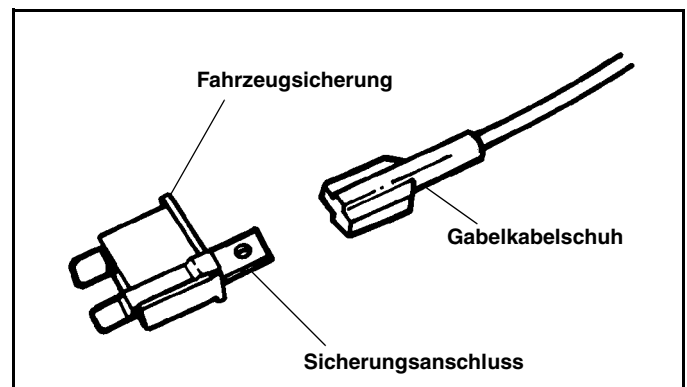

Figure 4-6
15. Mit einer Testsonde die gesicherte "AUS"-Seite der Sicherung feststellen und das A.T.O.-Sicherungsanschluss an diese Seite der Sicherung anschließen. (Siehe Figure 4-6)